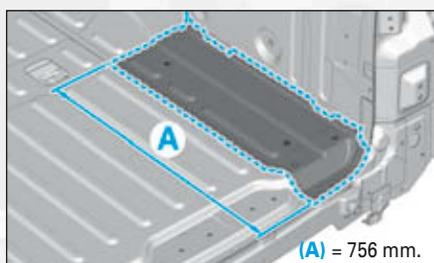

FIG.219
- Tracer puis découper à l'aide d'une scie avec (A) = 756 mm (Fig.219).